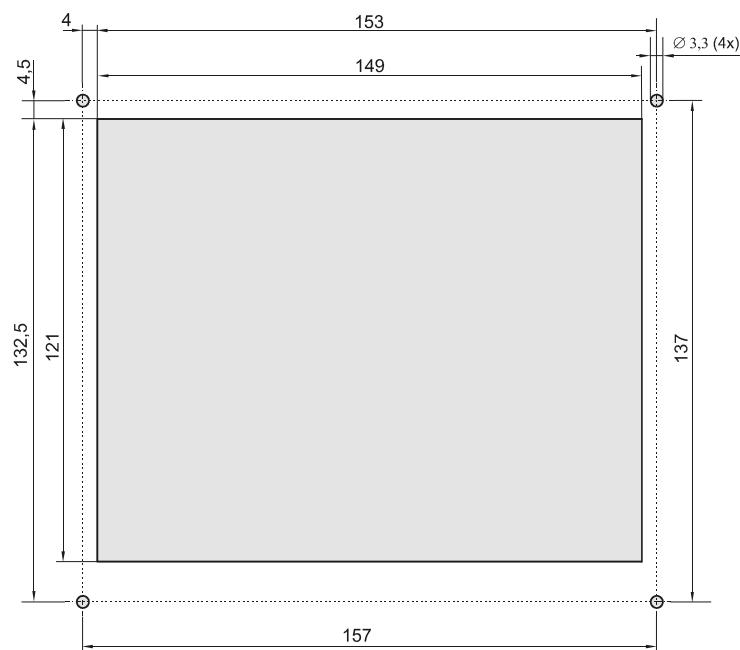

Abb. 2: Lochmaske der LCD 19 für Frontplattenausschnitt
- Fertigen Sie eine Lochmaske für den Frontplattenausschnitt an, nach Abb. 2, Seite 12.